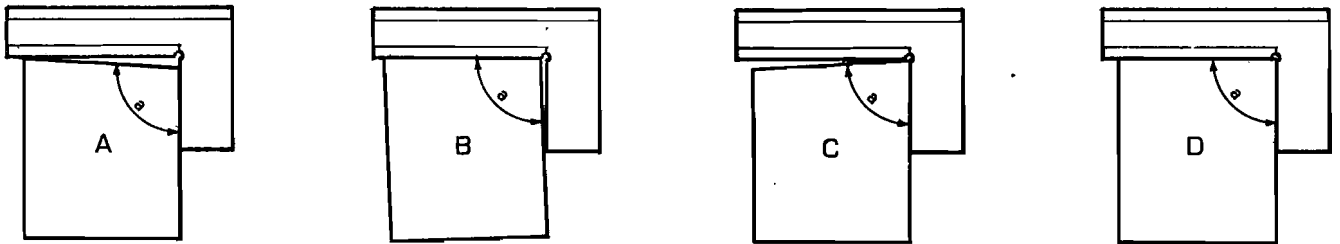

Fig. 4-10
En estas cuatro figs. ¿Sobre que piezas está bien colocada la escuadra para verificar el ángulo a ? ¿Dicho ángulo en que pieza o piezas tiene 90° ? (fig. 4.10).
5. Supongamos que al mirar con la escuadra, ésta apoyada como en la fig. 4.10 (A) ¿Dónde se limará? (señalarlo en el dibujo)